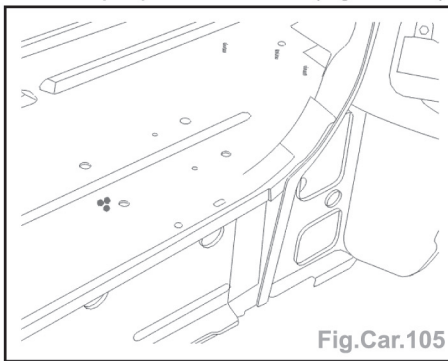

Fig.Car.105
- Solder par points bouchons (Fig.Car.105).